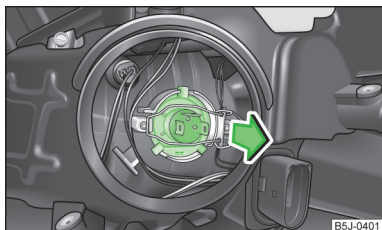

Fig. 155
- > Trageți conectorul de pe bec, deblocați etrierul de siguranță și extrageți becul » fig. 155.